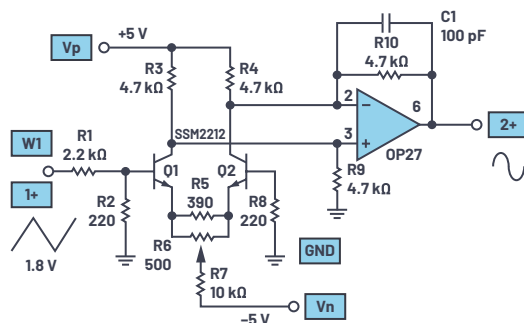
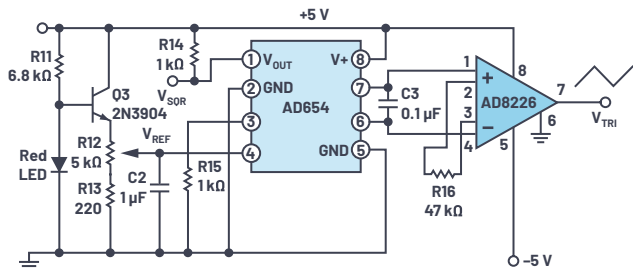

图1. 差分对三角波变正弦波转换器
图 4. 电压转频率三角波发生器
在无焊面包板上构建图1所示电路。原理图中未显示OP27放大器的+5 V (引脚7) 和-5 V (引脚4) 电源连接, 但要记住连接它们, 否则电路将不工作。
将图1所示电路连接到面包板。
为了制作一个独立的正弦波发生器，我们需要将ADALM2000模块波形发生器替换为三角波发生器。AD654电压频率转换器IC是三角波发生器的基础。AD654的常规输出是集数字方波信号。然而，AD654的内部时序电路使用一个斜坡发生器。此内部斜坡波形是在图4中连接到引脚6和7的外部时序电容上以差分形式提供。我们无法在不干扰AD654内部时序的情况下直接使用此三角波信号。我们可以使用AD8226仪表放大器来缓冲该差分信号并将其转换为单端信号。通过调整该三角波信号的幅度，我们可以利用它来驱动图1中的三角波变正弦波转换器电路。
将图4所示电路连接到面包板。
- 对于图1中的电路，说明R₆电位计设置为最小/最大电阻值时如何影响输出信号。